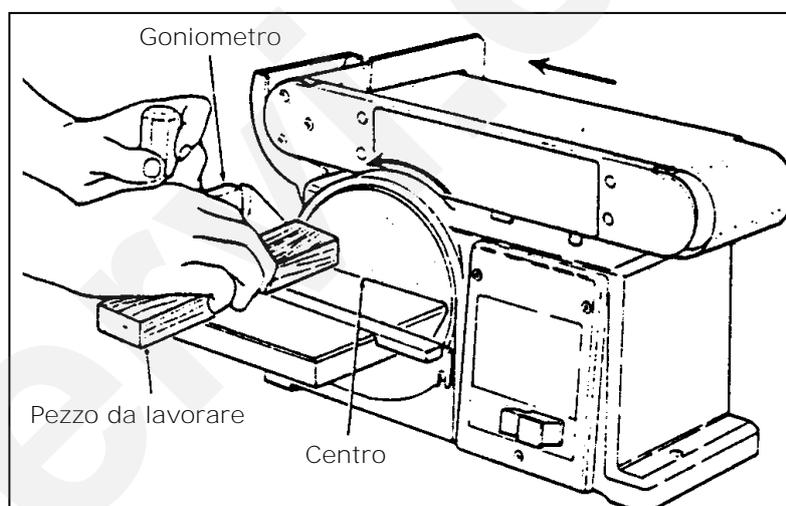

Figura 17 – Levigatura di testa.
3. Appoggiare il pezzo da levigare sul nastro, dopodiché spingerlo leggermente fino ad appoggiarlo al supporto ferma - pezzo evitando di toccare il nastro stesso con le dita o con le mani (figura 17).
3. Appoggiare il pezzo da levigare sulla tavola, dopodiché spingerlo leggermente fino ad appoggiare la superficie di testa del pezzo al disco abrasivo (figura 17).